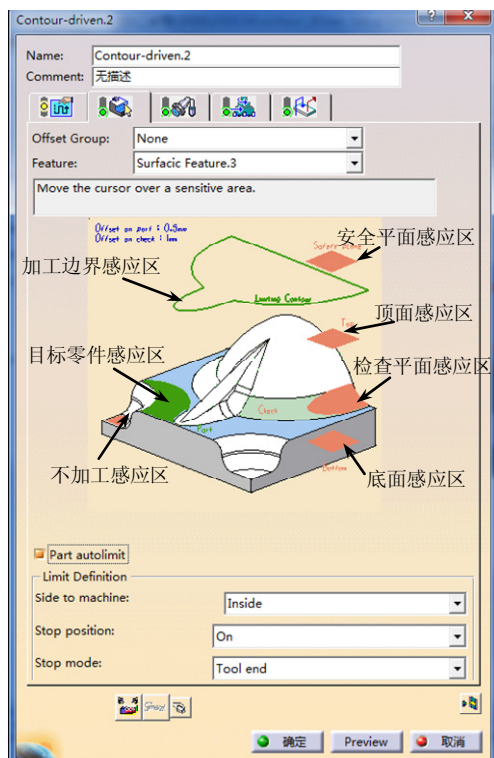

图 2-117 几何参数选项卡 (6)
单击 “Contour-driven.x” 对话框中的 , 切换到几何参数选项卡 (6), 如图 2-117 所示。